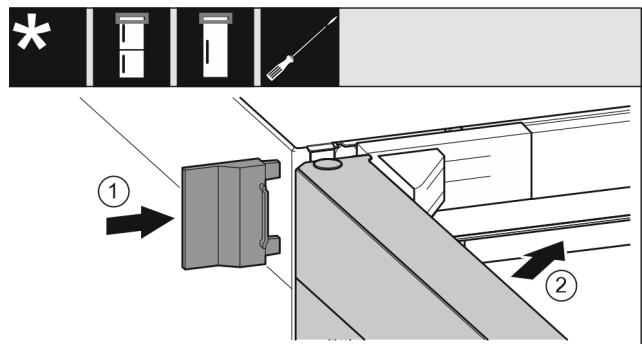

Fig. 21
- ▶ Enfiler le cache extérieur. Fig. 21 (1)
- ▶ Fermer la porte supérieure. Fig. 21 (2)